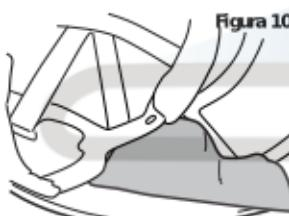

Figura 10
- Retire el plástico del Velcro adherido a la almohadilla para mejilla. Aplique al casco. Presione firmemente, sosteniendo la almohadilla en su lugar para garantizar una colocación segura (Figura 10).